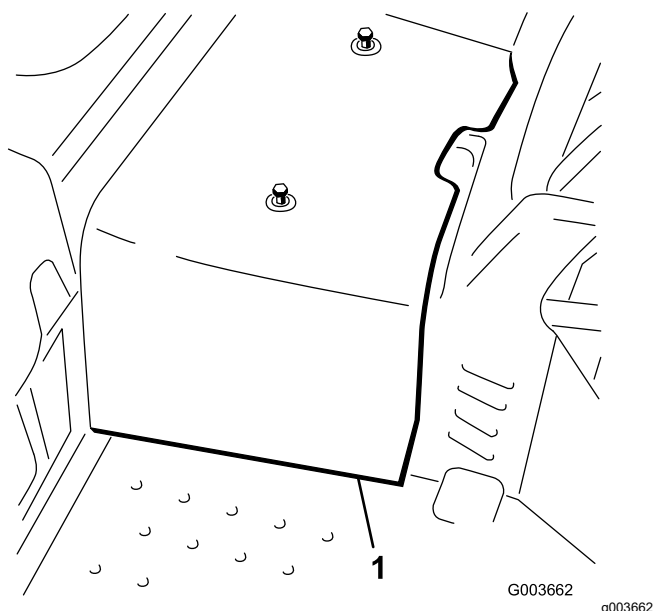

Figura 3
8. Deconectai i îndepărtai carcasa centrală de la cadru (Figura 3).